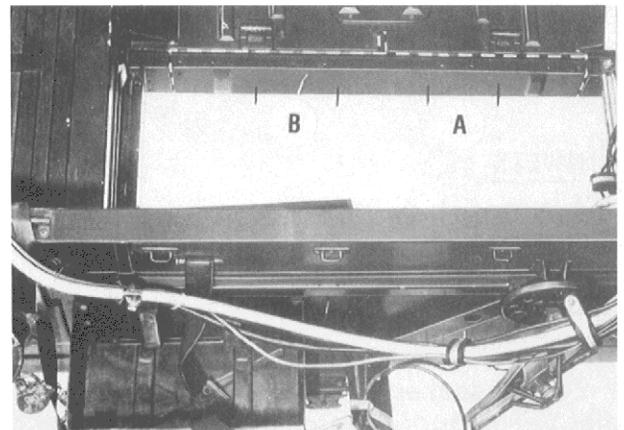

Bild 443
7.1 kurze Risse (Bild 443/A)
7.2 Längere Risse (Bild 443/B)